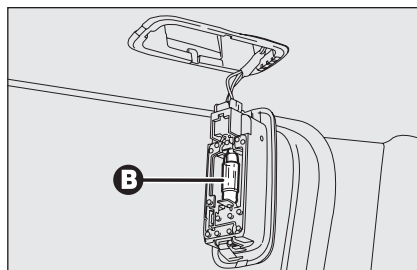

fig. 47
- remplacer l'ampoule **B-fig. 47** en la dégageant des contacts latéraux en s'assurant que la nouvelle ampoule est correctement bloquée entre les contacts mêmes.